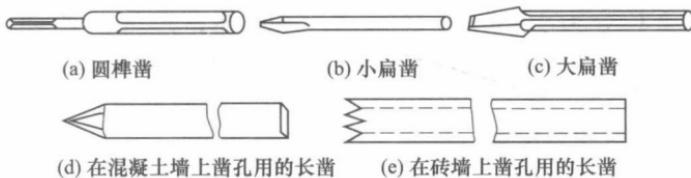

图 1-8 电工用凿
① 圆榫凿。圆榫凿〔如图 1-8 (a) 所示〕又称麻线凿或鼻冲，用于在混凝土结构的建筑物上凿打木榫孔。
② 小扁凿。小扁凿〔如图 1-8 (b) 所示〕用来在砖墙上凿打方形榫孔。电工常用凿口宽约 12mm 的小扁凿。凿孔时，也要经常拔出凿身，以利排出灰沙、碎砖，同时观察墙孔开凿得是否平整，大小是否合适，孔壁是否垂直。
③ 大扁凿。大扁凿〔如图 1-8 (c) 所示〕用来凿打角钢支架和撑脚等的埋设孔穴。电工常用凿口宽约 16mm 的大扁凿，其使用方法与小扁凿相同。
④ 长凿。长凿〔如图 1-8 (d)、(e) 所示〕用来凿出通孔。如图 1-8 (d) 所示长凿由中碳圆钢制成，用来在混凝土墙上凿出通孔；如图 1-8 (e) 所示长凿由无缝钢管制成，用来在砖墙上凿出通孔。